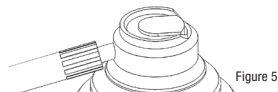

Figure 5
3. Placez l'adaptateur pour aérosol approprié sur la buse à chapeau universelle de l'aérosol Brasseler HP (5029861U0) (Figure 5).